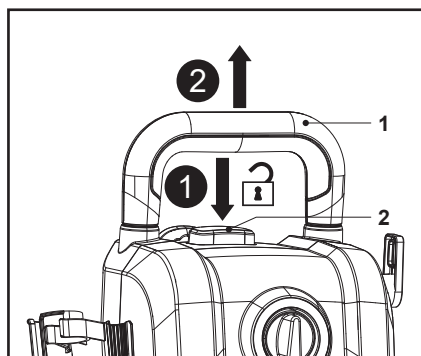

Fig. 13
1. Appuyer sur le bouton de verrouillage de la poignée (2) et le maintenir enfoncé, puis tirer la poignée de transport (1) jusqu'en butée (Fig. 13).